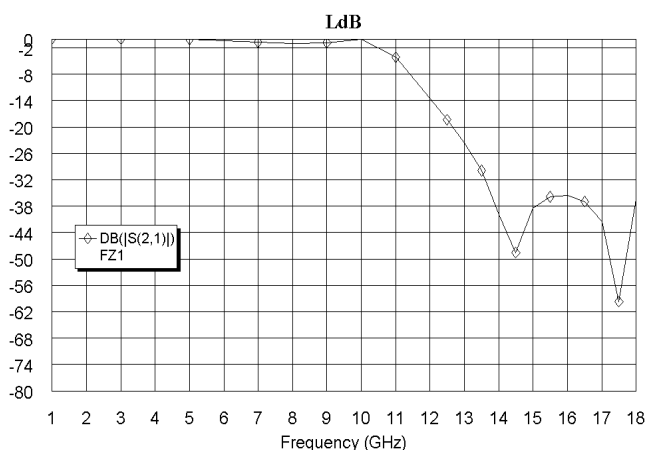

Рис. 1.55
кривой **All Sources:DB(|S(2,1)|)** в левом окне проекта и выбрать **Properties**. В открывшемся окне в поле **Data Source Name** (см. рис. 1.10) введите имя последней электромагнитной структуры **FZ1**, щёлкнув по кнопке в правом конце этого поля, и нажмите **OK**. Или можно просто удалить схему (Schematic 1) и предыдущую электромагнитную структуру (FZ) из проекта. Характеристика последнего варианта электромагнитной структуры показана на рис. 1.55.